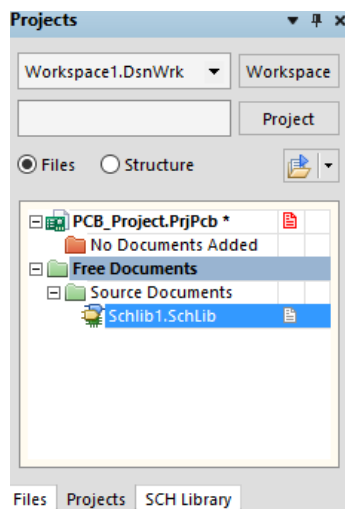

Рис.1. Проект, який не містить бібліотеку умовно графічних позначень
2. Створюємо бібліотеку умовно графічних позначень. Для цього **File > New > Library > Schematic Library**. Зараз ця бібліотека знаходиться поза межами проекту (Рис.1).